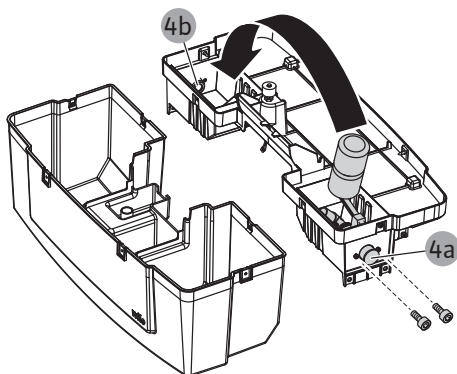

Fig. 17: Należy zdjąć osłonę zbiornika wody uzupełniającej i odkręcić śruby do mocowania zaworu uzupełniania
6. Usunąć śruby z uchwytu zaworu uzupełniania (Fig. 17).